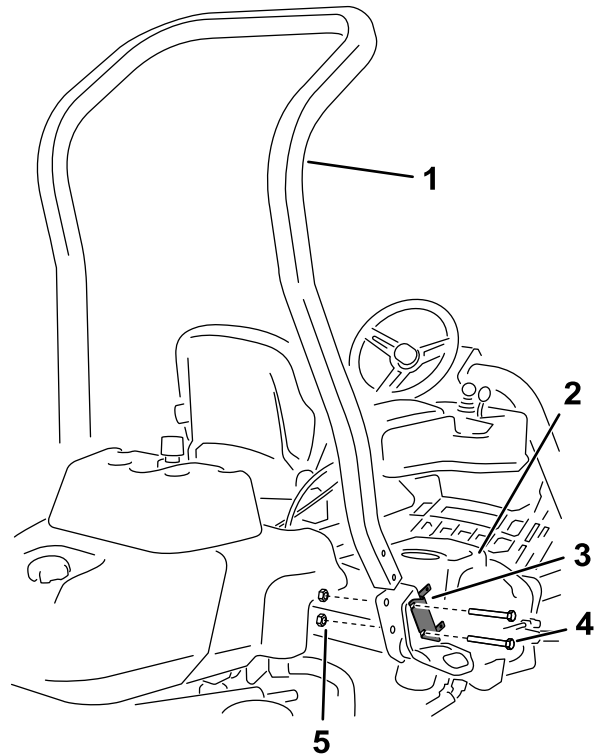

Bild 3
4. Entfernen Sie die beiden Schrauben, mit der die Halterung des Sicherungskastens an der Halterung des Überrollschutzes befestigt ist, wie in Bild 3 abgebildet.